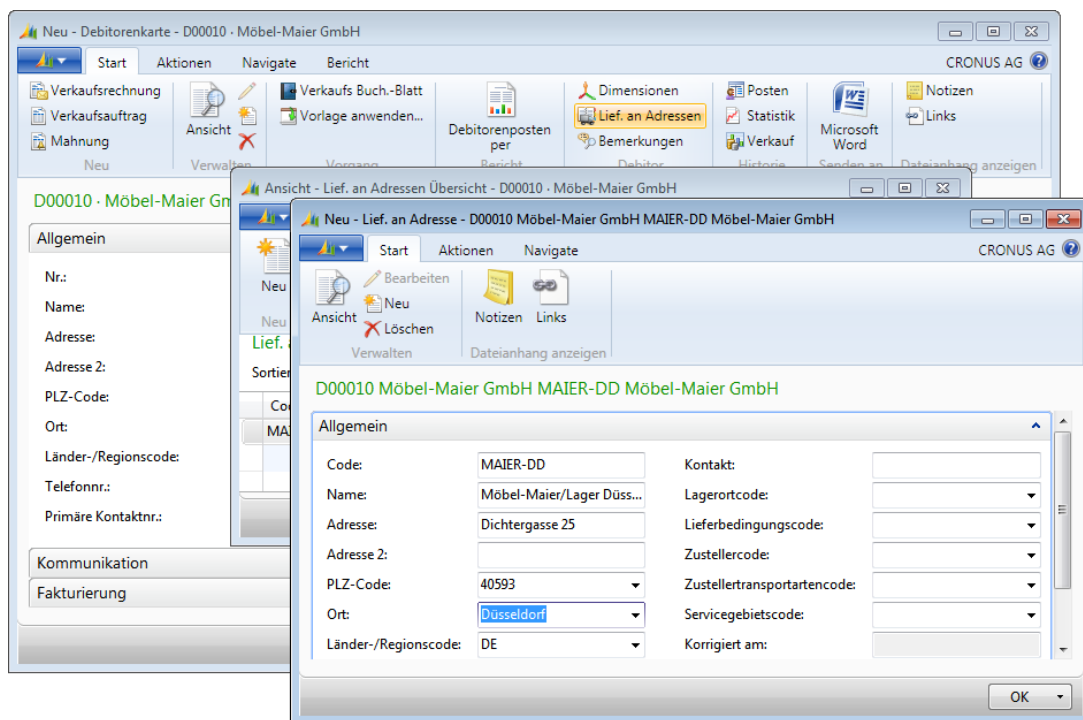

Abbildung 5.1 Eintragen der Lieferadresse des neuen Debtors
9. In der *Lief. an Adressen*-Übersicht klicken Sie auf die Schaltfläche *Neu* im Menüband und erfassen die Lieferadresse mit dem *Code* »MAIER-DD« im Neuanlagefenster entsprechend Abbildung 5.1.